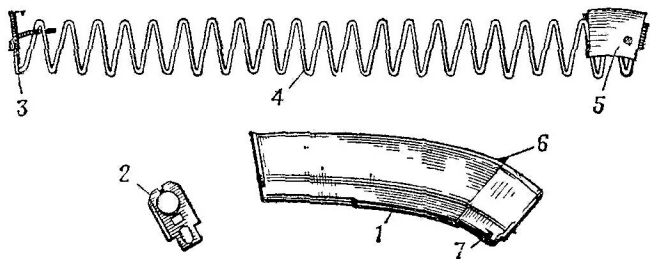

Рис. 43. Магазин
23. Магазин (рис. 43) служит для помещения патронов и подачи их в ствольную коробку. Он состоит из пластмассового корпуса, крышки, стопорной планки, пружины и подавателя.